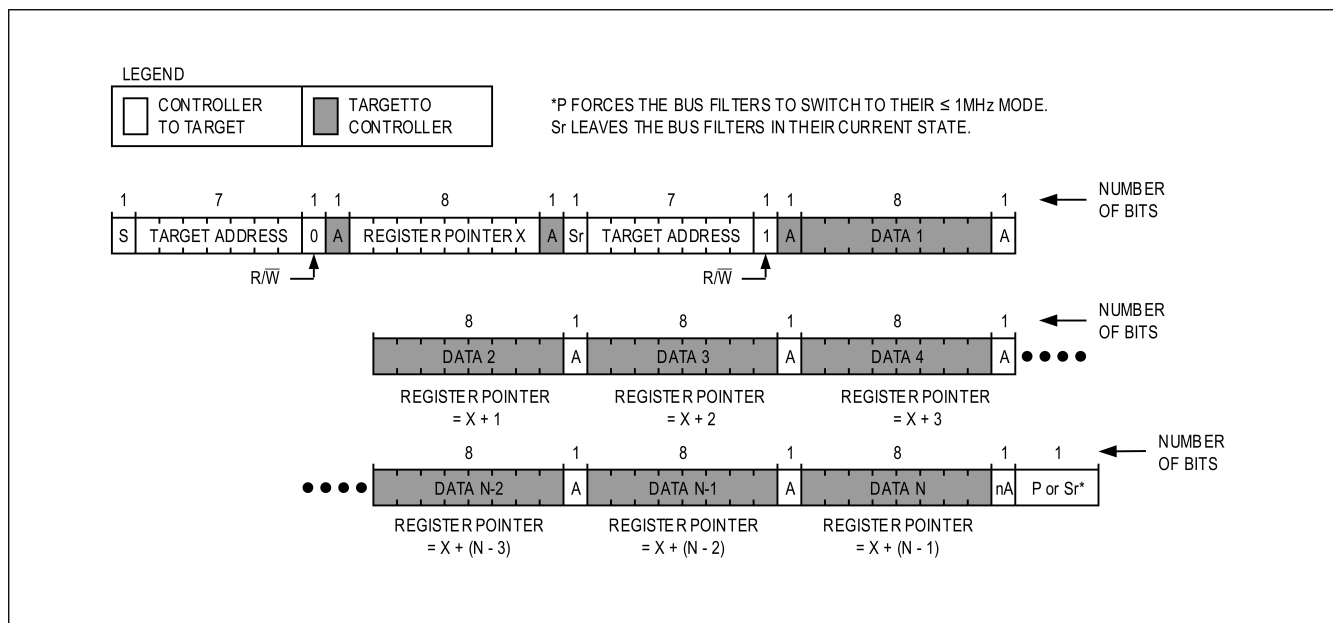

図 15. 連続したレジスタからの読出し
図 15 に、連続する複数レジスタからの読出しプロトコルを示します。このプロトコルは「バイト読出し」プロトコルに似ていますが、コントローラ・デバイスが更に多くのターゲット・デバイスのデータを求めていることを示すために ACKNOWLEDGE (A) を発行する点異なります。コントローラ・デバイスが必要とするデータを全て受信すると、NOT-ACKNOWLEDGE (nA) とストップ・コンディション (P) を発行して転送を終了します。